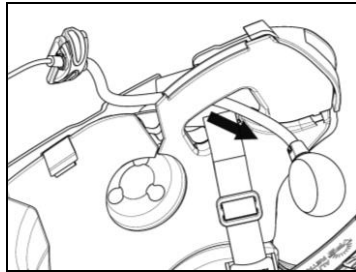
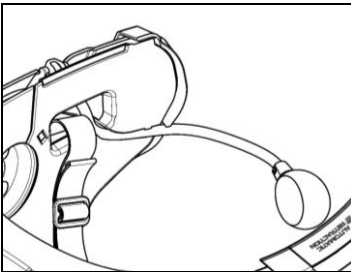

Abb. 11
Abb. 12
- Führen Sie das Mikrophon ins Innere der Öse (Abb. 11) und bringen Sie es im eigens dafür vorgesehenen ausgesparten Bereich an, indem Sie den Mikrofonarm in die am Rahmen für die Befestigung des Kinnbügels vorhandene Rille einführen (Abb. 12).